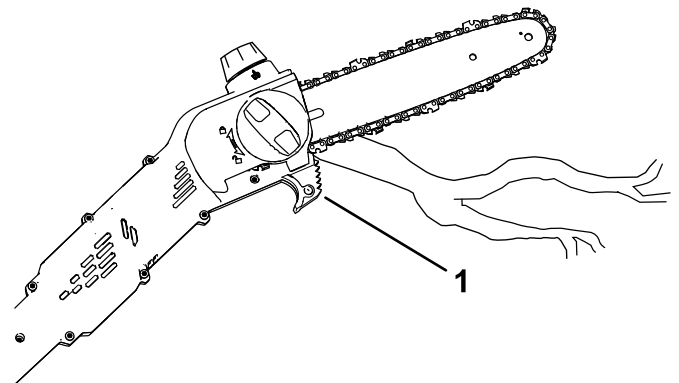

Figure 13
5. Coupez la branche vers l'arrière du guide-chaîne, près du guide de coupe; appuyez la chaîne légèrement contre le bois et laissez agir le poids de l'élagueuse pour couper (Figure 13).